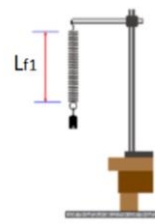

Figura 02: Longitud del resorte estirado (L_{f1}).
- Medir la longitud del resorte estirado cuando se coloca la pesa: L_{f1} (Figura 02). Anotarlo en la **TABLA 01**.